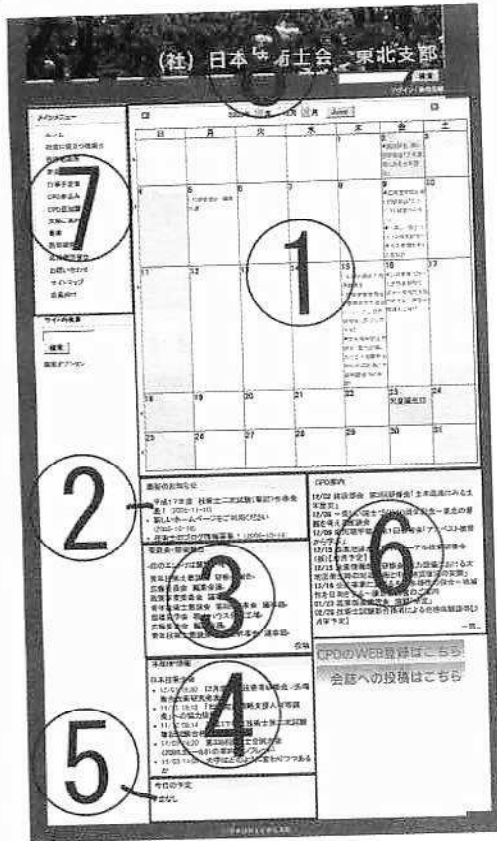
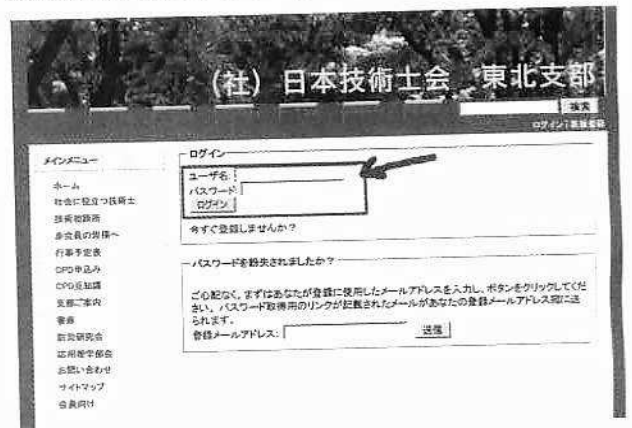

図2. 会員向けページの構成
図3. ログイン画面
3番目の大きな画像、「会員の皆様へ」をクリックすると、会員向けの情報を集約したページに写ります。(図2)
- ④ 本部ホームページの更新情報；自動的に取得しています。
- ⑤ 今日の予定；予定表にある「今日の予定」を表示します。
- ⑥ CPD案内；CPD行事の一覧を表示しています。項目をクリックするとCPDの詳細、申込みページに移動します。行事予定は、(1)の予定表の中にも、青い丸印がついて表示されています。
- ⑦ 共通メニュー；全ページ共通のメニューです。一番下の「会員向け」をクリックするとこの会員向けページに移動できます。部会に関しては、現在のところ「応用理学部会」と「防災研究会」のみ掲載しています。ページ開設をご希望の委員会・部会野方はご連絡ください。
- ⑧ ログイン画面へのリンク；クリックするとログイン画面（図3）へ移行します。会員向けトップ画面の構成は以上です。是非、ホ
先に述べましたログイン画面へのリンク（図2の⑧）をクリックすると、ログイン画面に移動します（図3）。表示された画面で、配布されたユーザーIDとパスワードを入力してください。なお、このユーザーIDとパスワードは本部ホームページで配布しているものとは共通ではありません。支部、本部それぞれ配布されたものをお使いください。